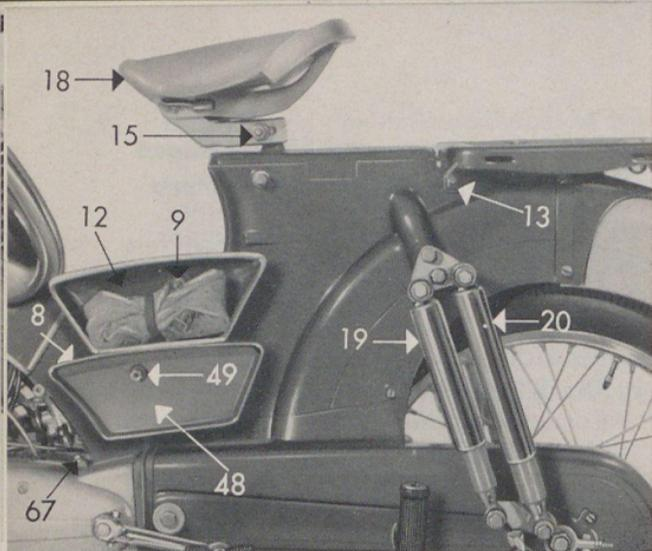
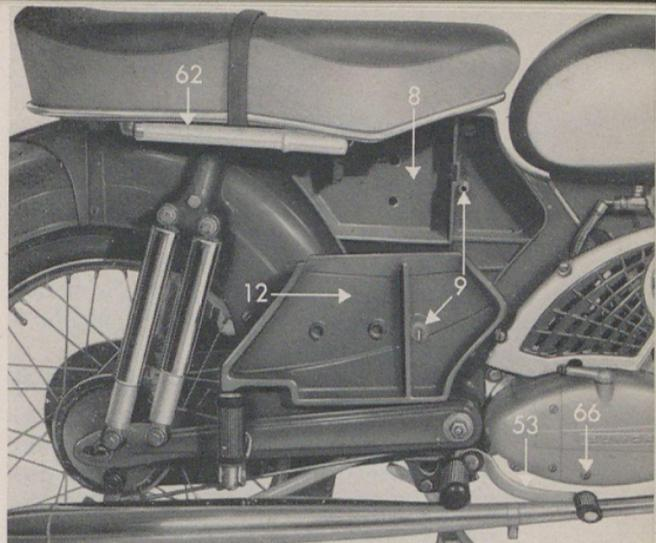

Bild 4
Bild 5
Das Werkzeug ist in der Mitte des Fahrzeugrahmens untergebracht, und zwar: bei allen Fahrzeugen mit Durchstiegrahmen (Bild 4) auf der linken, bei allen Fahrzeugen ohne Durchstiegrahmen (Sportfahrzeuge, Bild 5) auf der rechten Fahrzeugseite.
Der Werkzeugbehälterdeckel 12 ist bei allen Fahrzeugen mit Durchstiegrahmen mit 1 Verschlussschraube 9 (Bild 4) und bei allen Fahrzeugen ohne
Durchstiegrahmen mit 2 Verschlussschrauben 9 (Bild 5) befestigt. Nach Herumdrehen derselben kann der Deckel abgenommen werden. In die Verschlussschraube (Bild 5) ist ein Sicherungsschloß eingebaut, das durch Einführen des Schlüssels entsperrt wird (gilt nur für Sportfahrzeuge).
1. Der Sattel (Bild 4)
Die Verstellung des Sattels (Bild 4)
Einstellung der Sattelfederung (Bild 4)
Im rechten Gehäusedeckel des Motors ist eine rot gekennzeichnete Schraube 66 (Bild 5) vorhanden, die zur Kontrolle des Ölstandes dient.
Wenn man das Fahrzeug auf den Ständer stellt und diese Schraube herausdreht, muß das Öl aus der Schraubenöffnung gerade noch ausfließen, andernfalls ist Getriebeöl (SAE 80) nachzufüllen. Die Öleinfüllschraube 67 befindet sich auf der Oberseite der linken Gehäusehälfte (rot gekennzeichnet, siehe Bild 4).
Zum Aufpumpen der Reifen kann man entweder eine Luftpumpe 62 (Bild 5) oder auch Preßluft von der Tankstelle verwenden.
Ist das Fahrzeug mit einer Sitzbank ausgerüstet, so befindet sich die Luftpumpe 62 an der Innenseite derselben (Bild 5); andernfalls ist sie an der linken Seite des Gepäckträgers (Bild 4) befestigt.
Bei allen Fahrzeugen **mit** Durchstiegrahmen muß der Werkzeugbehälterdeckel 12 nach Herausdrehen der Verschlussschraube 9 abgenommen, das Werkzeug entfernt, die Schraube 49 gelöst und der Verschlusßboden 48 (Bild 4), der die Rückwand des Werkzeugraumes bildet, herausgenommen werden.